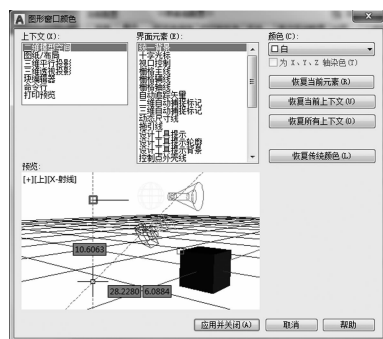

图 1-23 “图形窗口颜色”对话框
(3)在“上下文”列表中选择“二维模型空间”选项,在“界面元素”列表框中选择“统一背景”选项,在“颜色”下拉列表框中选择“白”选项,此时在“预览”框中将显示选择的背景颜色,如图 1-23 所示。